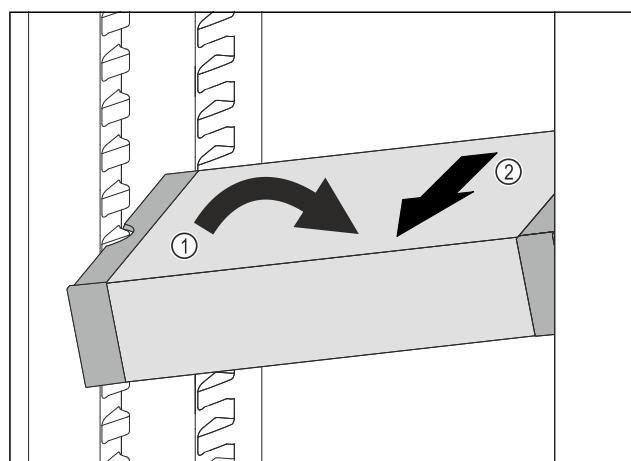

Fig. 104
- Poziționați oblic VarioSafe în frigider. Fig. 104 (1)
- Extrageți VarioSafe spre înație. Fig. 104 (2)